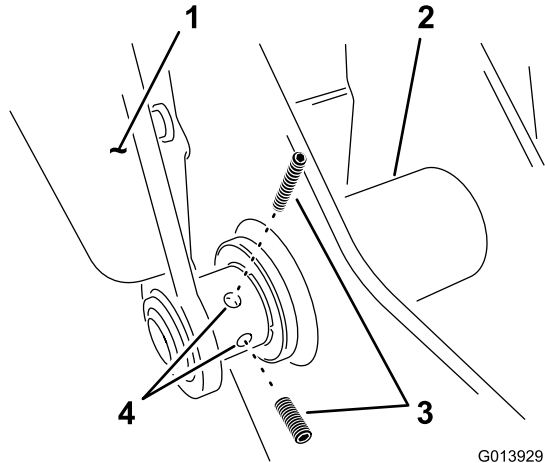

Figure 18
9. Placez 2 vis de maintien sur le bras gauche au point d'articulation inférieur (Figure 18).